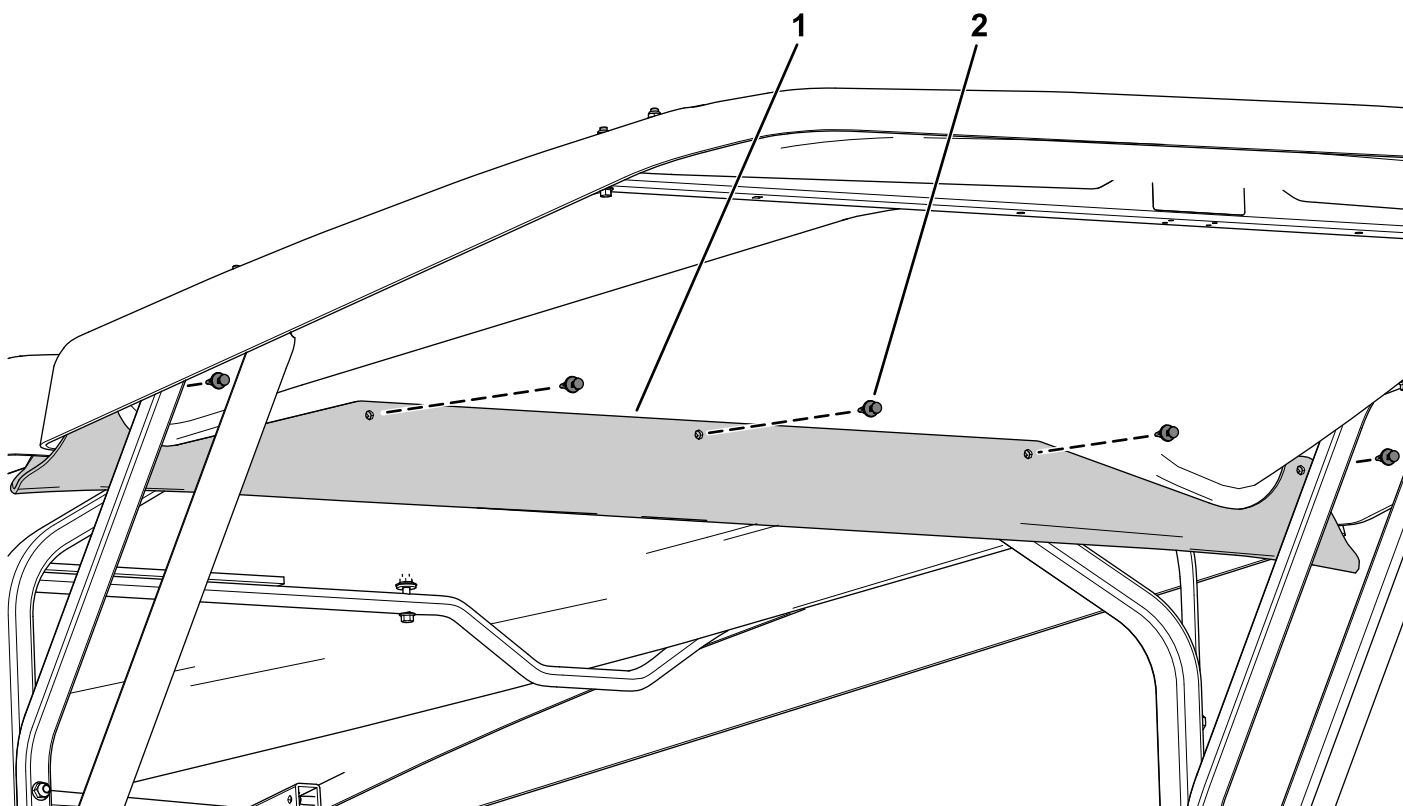

Figura 8
1. Fissate la grondaia al lato della prolunga del tettuccio utilizzando 5 rivetti di plastica (Figura 8).